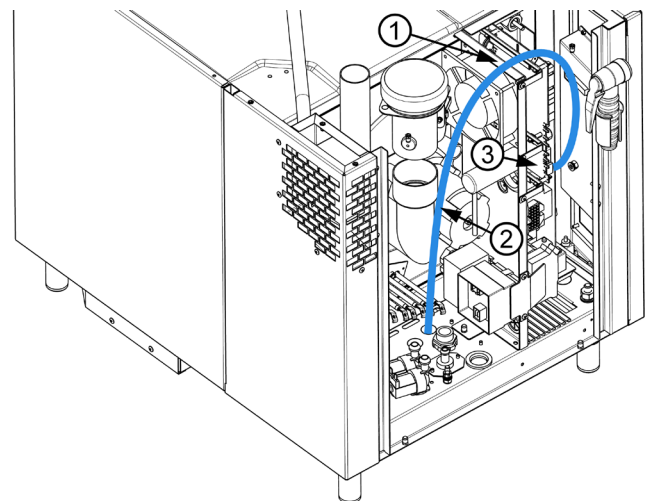

Abbildung 16: Verlegung des UTP-Kabels im Gerät 623
Verlegen Sie das UTP-Kabel (2) über die Oberkante der Schalttafel (1) und nach unten in Richtung der Relaisplatine (3), siehe Abb. 16.